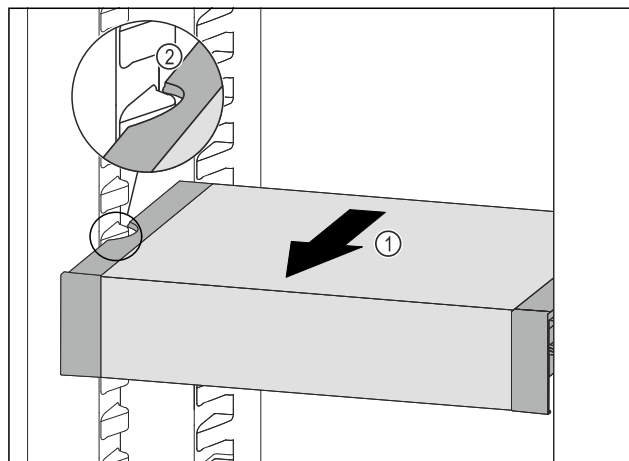

Fig. 159
- Ladicu VarioSafe vucite prema naprijed Fig. 159 (1) sve dok se boćni otvori ladice VarioSafe ne nađu na visini žlijeba spremnika u hladnjaku. Fig. 159 (2)